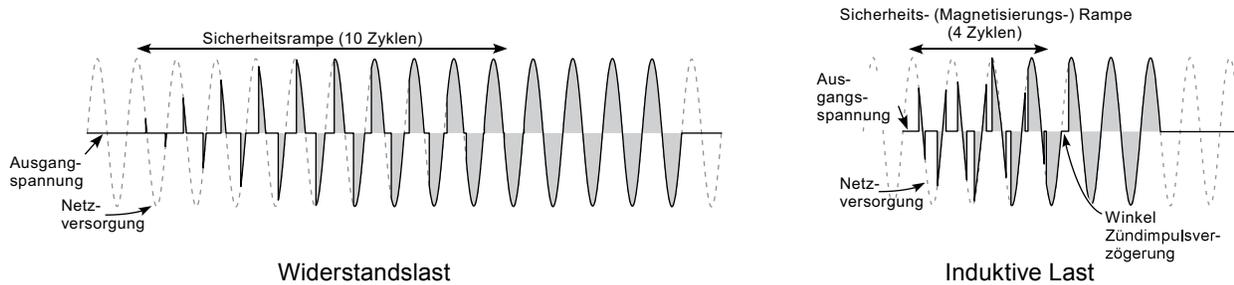

Abbildung 6.13b Beispiel für Sicherheitsrampe (Impulsgruppenbetrieb)
- Sicherheit Rampe Hier sehen Sie die Dauer der beim Start angewendeten Sicherheitsrampe in Netzperioden (0 bis 255). Die Rampe entspricht entweder einem Phasenwinkel von 0 bis zum Zielwinkel oder, im Impulsgruppenbetrieb, 0 bis 100 % (Abbildung 6.13b). Für den Halbwellenbetrieb ist die Sicherheitsrampe nicht anwendbar.